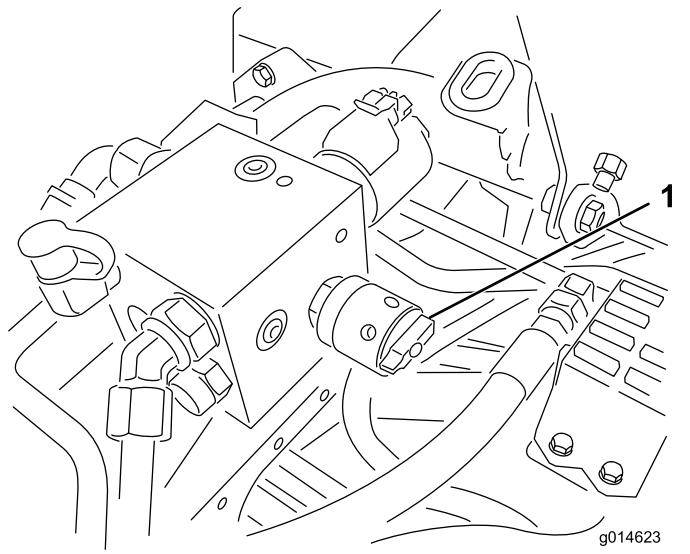

Figura 52
- Gire el control de velocidad del molinete a la posición 1 (Figura 52).